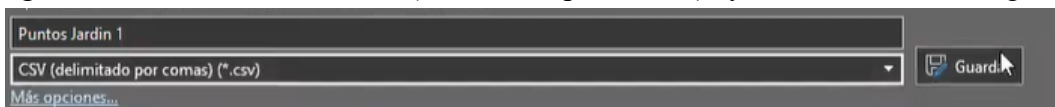

Figura 381. Nombre y extensión del archivo.
7. Abrir el menú de archivo, presionar en Guardar como, ponerle el nombre de “Puntos jardín 1”, guardarlo con extensión “.csv (delimitado por comas)” y cerrar el archivo. Figura 381.